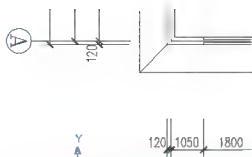

图 3.114 插入后的“轴线编号”图块
(3) 在输入轴线编号 <1>: 提示下, 输入“A”后按 Enter 键, 结果如图 3.114 所示, 可以发现文字“A”的方向不对, 需要修改。